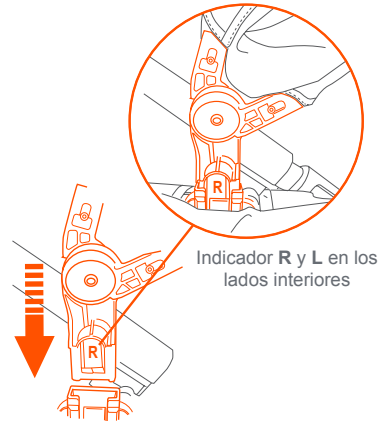
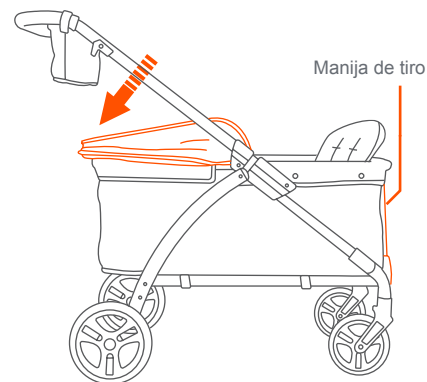

Fig. 6a
Fig. 6c
6) • Para instalar el dosel: Localice los indicadores (Derecha) y (Izquierda) en el lado interior de la conexión. Desde el extremo del mango de tracción del vagón, inserte la conexión R y luego la conexión L al marco. Prensa firmemente (Fig. 6a) and (Fig. 6c).
• **Para cerrar el dosel:** pliegue los visores y empuje por completo hacia abajo en dirección al armazón (Fig. 6c)